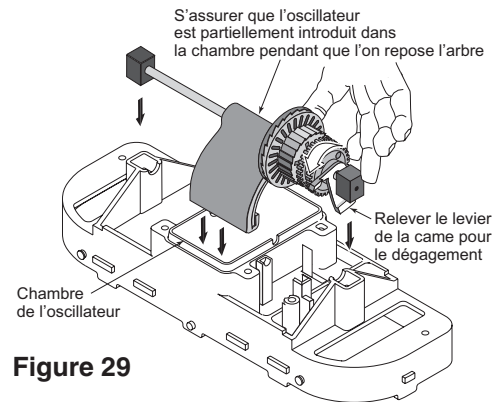

Figure 29
3. Reposer l'arbre long à pignons et les cales d'extrémité dans la tête du nettoyeur, le grand levier des cames étant orienté vers le bas (**Figure 29**).